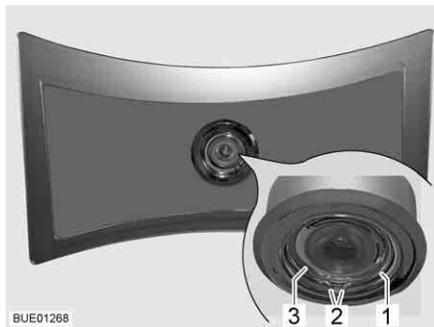

Fig. 206 Lámpara de techo
- Comprimir el pestillo con muelle (Fig. 206,1) por ambos extremos (Fig. 206,2) y retirarlo.
- Sacar la carcasa (Fig. 206,3) con LED de la lámpara.